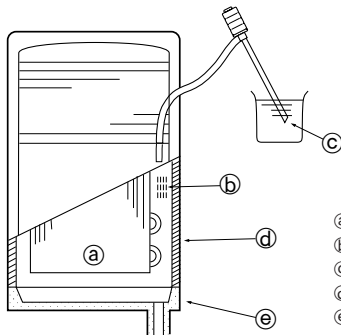

Fig. 5-2
5.2. Drenaj kontrolü (Fig. 5-2)